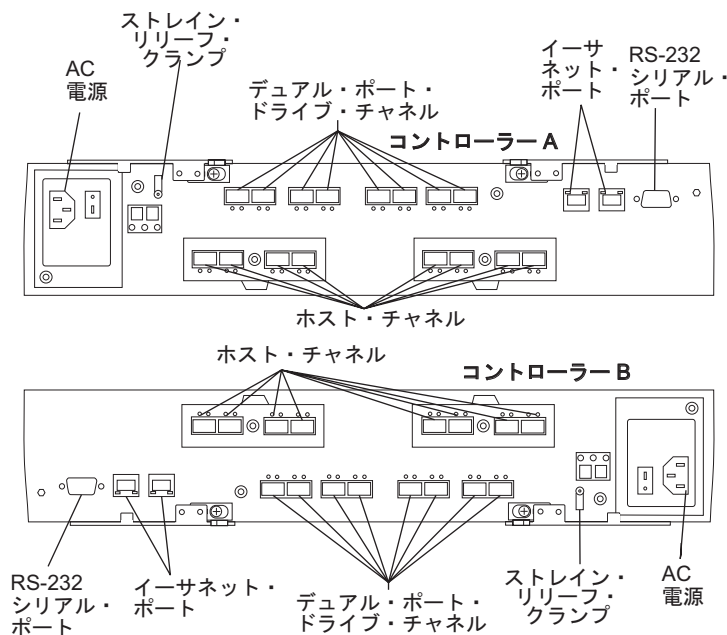

図 120. 各コントローラーの背面にあるコネクタ。各ホスト・チャンネルはホスト・インターフェース・カードによって異なります。
9. SFP モジュールを含め、アップグレードまたは交換しようとしているコントローラーから、接続されているインターフェース・ケーブルをすべて取り外します。各ケーブルを新しい、またはアップグレードするコントローラーに正しく再接続できるように、必ず、ラベルを貼り付けてください。図 120 に、コントローラーの背面にあるコネクタの位置を示します。